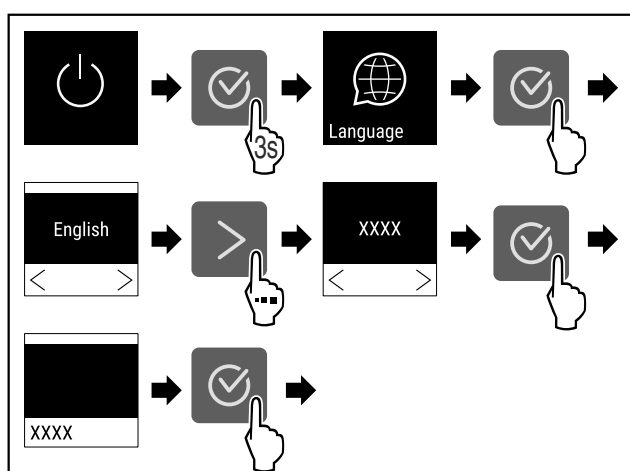

Fig. 52
- Stappen (zie Fig. 52) uitvoeren.